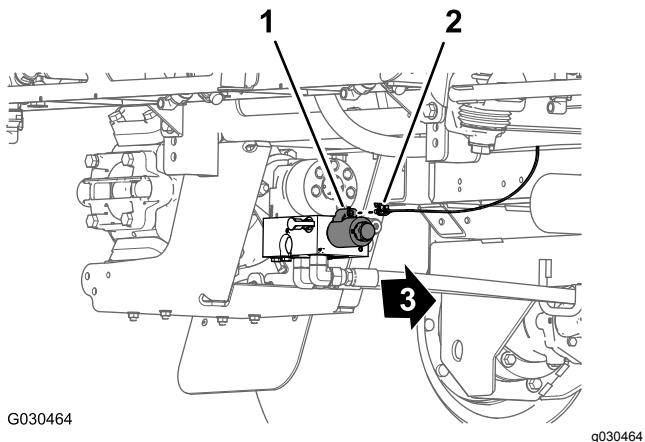

Figura 107
- Nella parte posteriore della macchina, nella parte interna della pompa dell'irroratrice, colleghate il connettore a 2 prese indicato come **Solenioide della pompa dell'irroratrice** della diramazione del cablaggio preassemblato da 86 cm al connettore a 2 pin del relè della pompa (Figura 107).